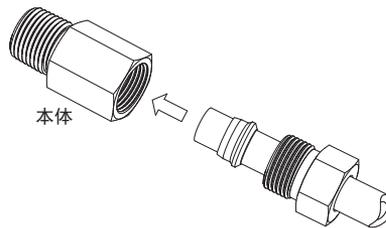

图8
6. 将已装好的卡套端连接到接头本体或阀体的端口上, 拧紧卡套螺母至手紧位置(图8)。